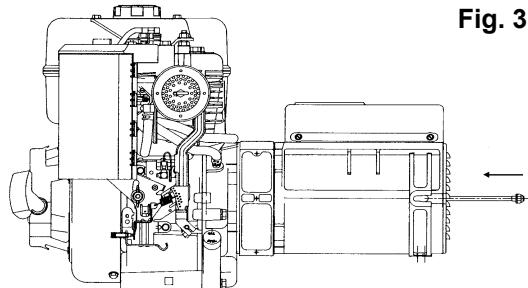

Fig. 3
-) Avvitare il tirante centrale nella sua sede (fig. 3).
-) Insert the central bolt into its housing (fig. 3).
-) Enfiler le tirante central dans son logement (fig. 3).
-) Die selbstsichernde Mutter auf die Zugstange schrauben (abb. 3).
-)Introducir el tirante central en su lugar (fig. 3).